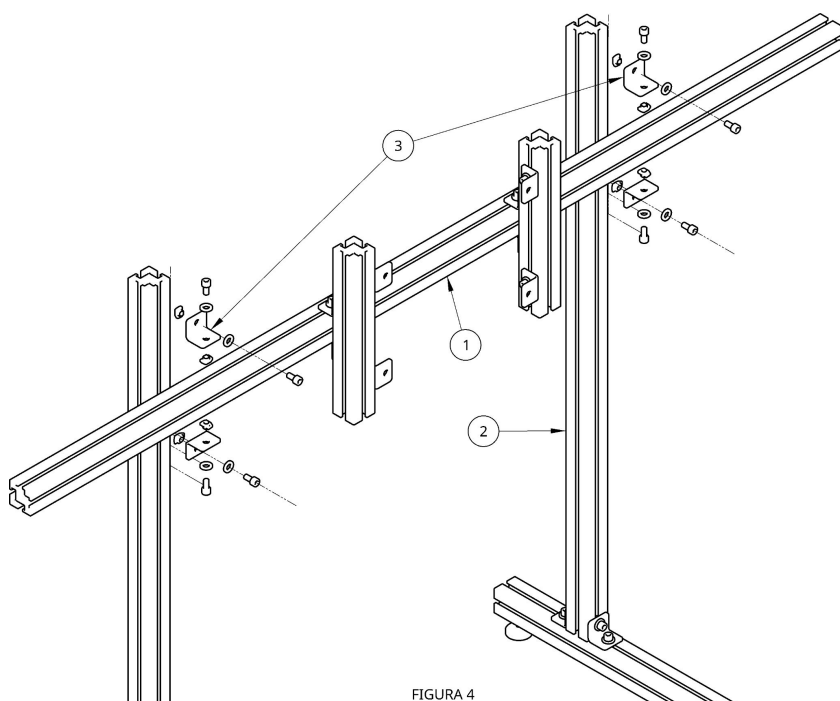

FIGURA 4
Use quatro cantoneiras (3), para fazer a fixação, conforme mostrado na Figura 4.